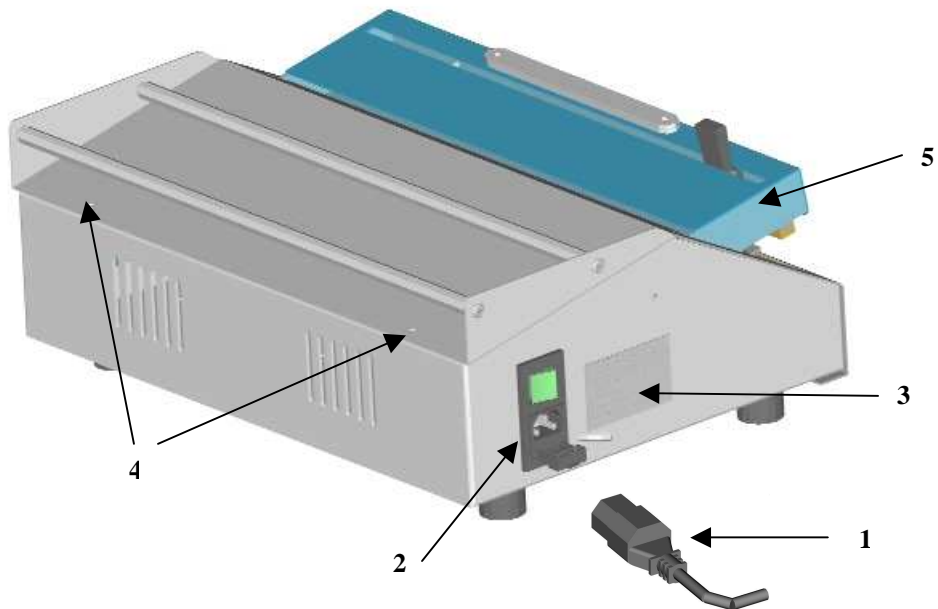
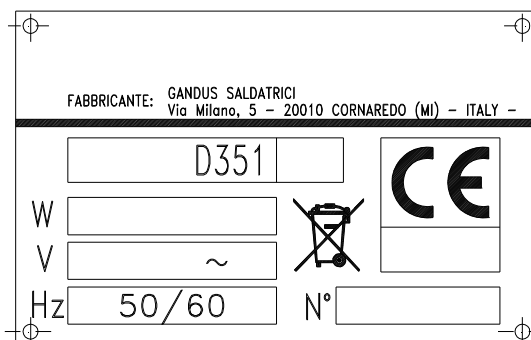

fig. 2
fig. 5
Nella eventualità di uno smarrimento o di danneggiamento, l'utente può richiedere al costruttore un nuovo manuale, avendo cura di indicare: n°serie, modello, anno di costruzione e numero di matricola visibili sulla targhetta posta sul lato Sx della macchina (n°3 fig. 2 e fig. 5).
Staccare sempre il cavo di alimentazione (n°1 fig. 2) prima di eseguire qualunque operazione di manutenzione sulla macchina.
- Prima di interventi di pulizia sulla macchina, staccare il cavo di alimentazione (n°1 fig. 2).